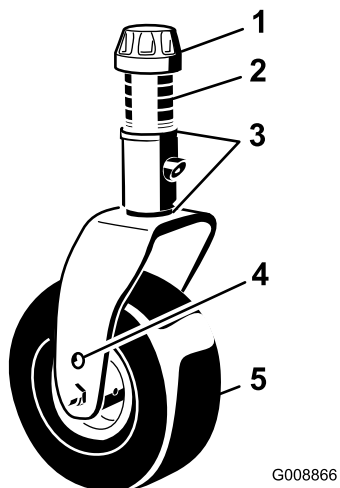
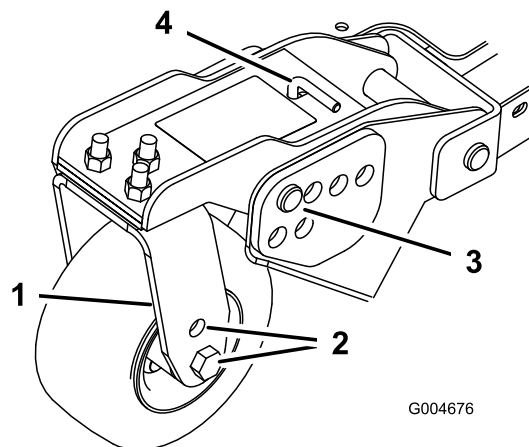
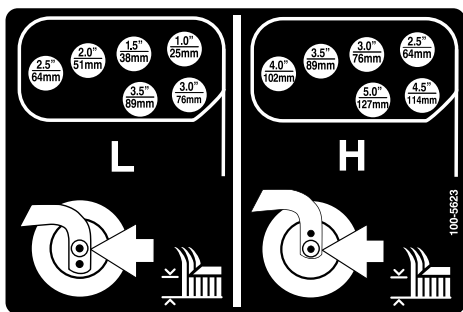

Figure 24
Figure 26
Figure 27
1. Placez les essieux des roues pivotantes dans les mêmes trous sur toutes les fourches (Figure 24 et Figure 26).
2. Enlevez le chapeau de tension de l'axe de pivot et sortez l'axe du bras de la roue pivotante (Figure 24).
5. Enlevez la goupille fendue et les axes de chape des bras de pivot (Figure 26).
6. Tournez la tige de tension pour élever ou abaisser le bras de pivot jusqu'à ce que les trous soient en face de ceux du support de hauteur de coupe sélectionnés dans le cadre du plateau de coupe (Figure 26 et Figure 27).